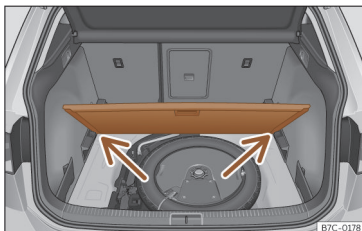

Fig. 162 Piso variável da bagageira: posição inclinada.
- Apoie o piso sobre os alojamentos previstos para o efeito >>> **Fig. 162** (setas).